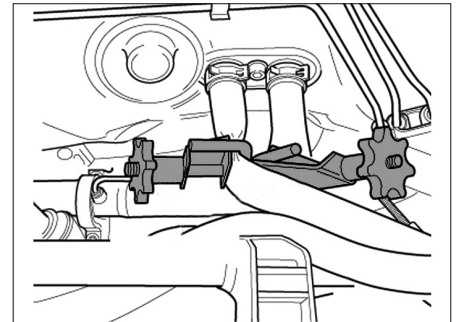

Fig. 4
- A l'aide d'un pince-durcit, obturer les durits puis débrancher les canalisations des durits du radiateur de chauffage (Fig.4).